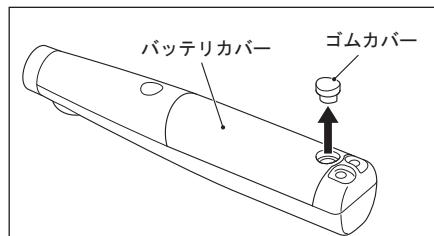

図 9
- 2)バッテリカバーのねじ穴に入っているゴムカバーを細いマイナスドライバなどで取り外します。(図 9)